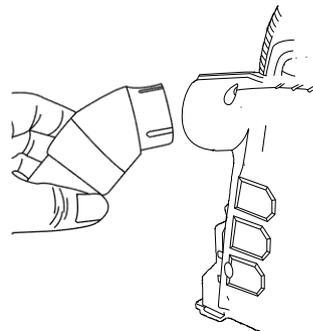

Рис.4
1. Вставьте адаптер пылеотвода в пылеотводное отверстие. (Рис. 4)